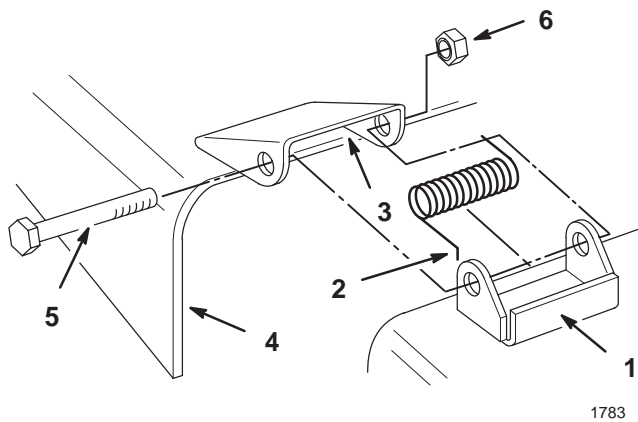

Bild 2
1. Positionieren Sie die Federn an die Schneidwerkhalterungen, und zwar mit den Hakenenden über der erhobenen Rückseite (Bild 2).
2. Fluchten Sie das Ablenkblech mit den Löchern in den Halterungen und den geraden Enden der Feder unter dem Scharnier sowie über dem Ablenkblech aus (Bild 2).
3. Befestigen Sie das Ablenkblech an der Halterung mithilfe von Schrauben durch das Ablenkblech, die Federn und Halterungen. Befestigen Sie sie mit Sicherungsmuttern (Bild 2).